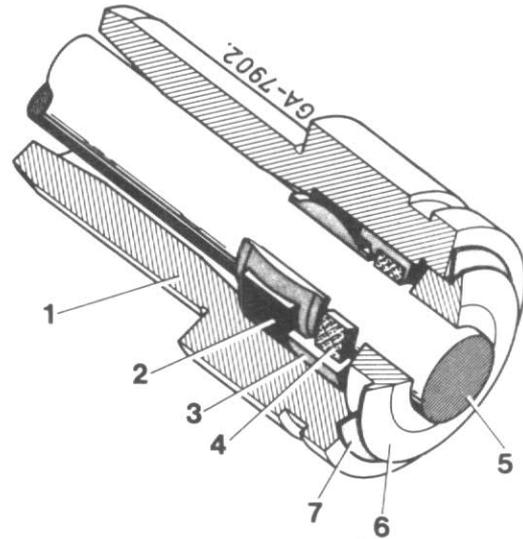

Fig. 76
Remplacez les joints d'étanchéité (4, Fig. 76)
Mettez en place le palier à rotule (2, Fig. 76). Enduisez la face externe du reteneur de joint (3) avec un produit d'étanchéité liquide et enfoncez-le dans le support de palier en orientant le côté concave vers le palier à rotule (2). Trempez le joint d'étanchéité neuf (4) dans le produit liquide et montez-le comme indiqué sur la figure.